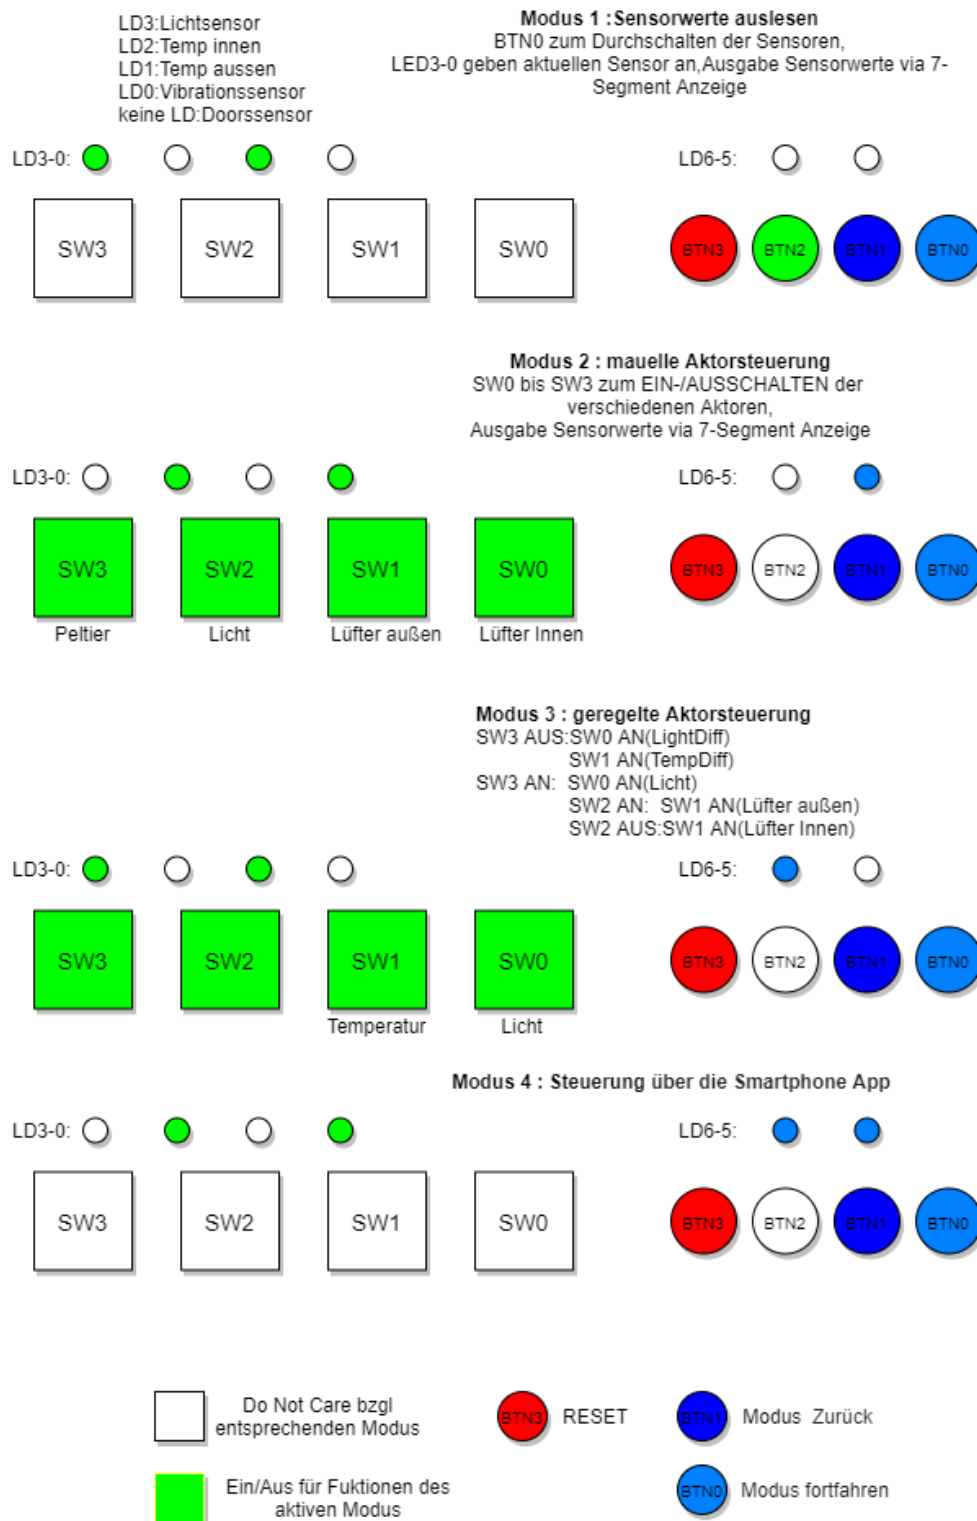

Abbildung 10.1: FPGA-Ansteuerung des Hauses
1.   Realisieren Sie die oben beschriebenen Änderungen für die Bluetooth-Kommunikation mit dem FPGA. In Abbildung 10.1 ist die bereits aus den Versuchen 6, 7 und 9 bekannte FPGA Schalterbelegung dargestellt. Implementieren Sie den *Modus 0: Steuerung über die Smartphone App*, indem Sie die markierte Stelle im Modul *actor* ergänzen. Auf Grund der Empfindlichkeit der Bluetooth-Verbindung in Verbindung mit den auftretenden Strömen des Peltier-Elements, geben Sie am besten für das Peltier-Element einen festen Wert vor (also für *PWM4PeltierValue* und *PeltierDirection*), und übernehmen nur für die LEDs, die Siebensegmentanzeige, die Lüfter und das Hauslicht die Bluetoothwerte. Testen Sie einmal das Gesamtsystem mit der Bluetooth Anbindung zu einem Android-Gerät. Sollten Sie kein Android-Gerät besitzen, wird ihnen hierfür eins vom Betreuer geliehen.